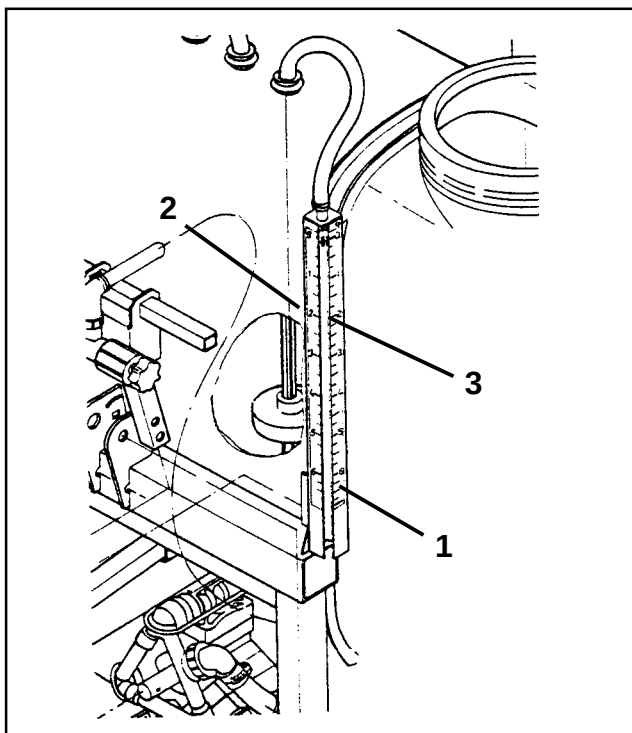

Fig. 9.15
- Fyld nøjagtigt 500 l vand i beholderen. Viseren skal (fig. 9.15/2) vise niveauet for 500 l på skalaen (fig. 9.15/1) dvs. skalaværdien "5". Afviger det viste niveau fra den påfyldte vandmængde,
- justeres viseren (fig. 9.15/2) til at stå nøjagtigt på "5" ved at dreje på skruen (fig. 15.3/5).